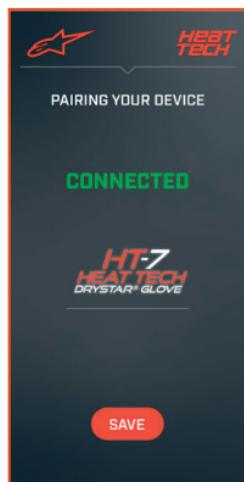

図 2
f. HT-7 HEAT TECH Drystar® グローブのペアリングが完了すると、スマートフォンの画面に「接続完了」と表示されます (アプリの図2を参照)。